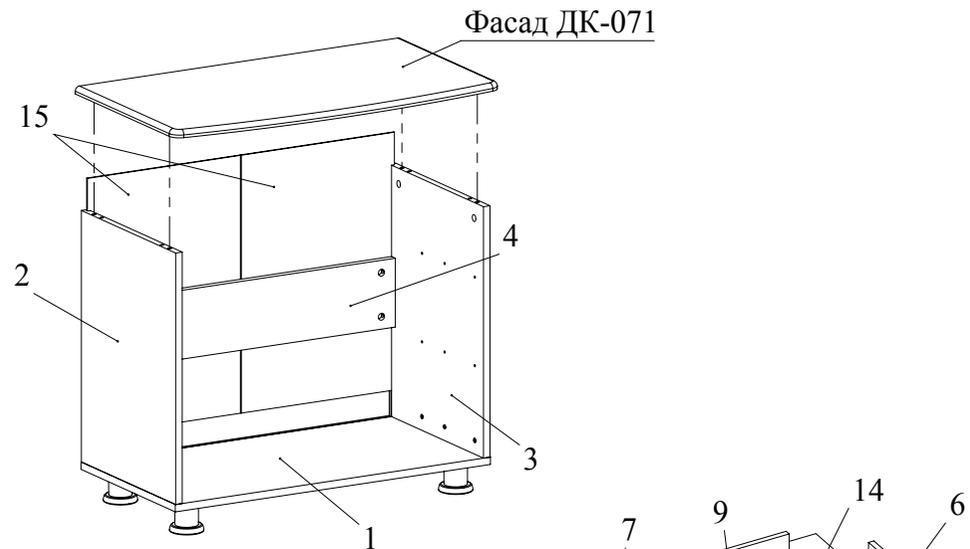

Рис.6
9. Вставить задние стенки 15 в пазы боковин 2, 3 и дна 1. Между позициями 15 вставить профиль для ДВП (Рис. 6).
10. Установить крышку на боковины 2 и 3 и зафиксировать, повернув конфирматным ключом головки минификсов по часовой стрелке до упора (Рис. 6).